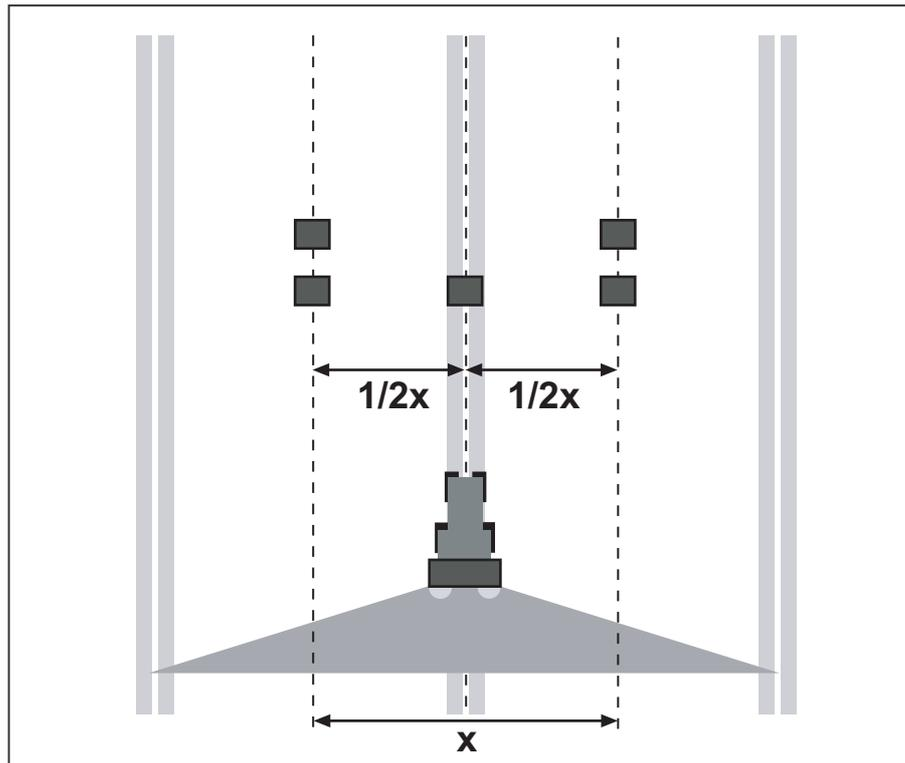

Figure 7.23 : Disposition pour un passage
- Installer deux bacs récupérateurs l'un derrière l'autre séparés par un écart de **1 m** dans les zones de recouvrement (entre les passages de roues) et un bac récupérateur dans la voie centrale (selon figure 7.23).